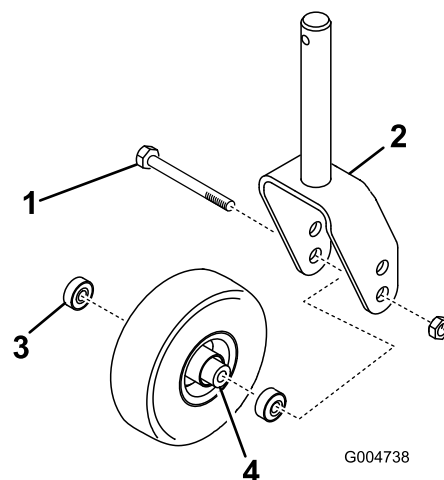
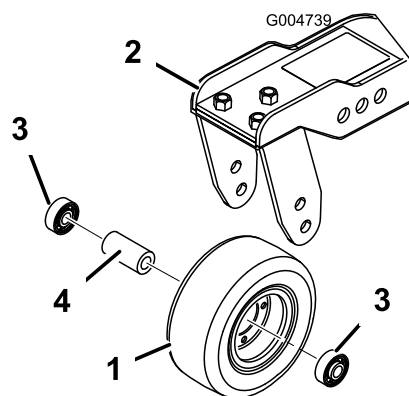

Figure 82
Figure 83
1. Retirez le contre-écrou du boulon vis de fixation de l'ensemble roue pivotante entre la fourche (Figure 82)
ou le bras pivotant (Figure 83). Maintenez la roue pivotante et sortez le boulon de la fourche ou du bras pivotant.
2. Enlevez le roulement du moyeu de la roue et laissez tomber la douille d'écartement à l'extérieur (Figure 82 et Figure 83). Enlevez le roulement de l'autre côté du moyeu.